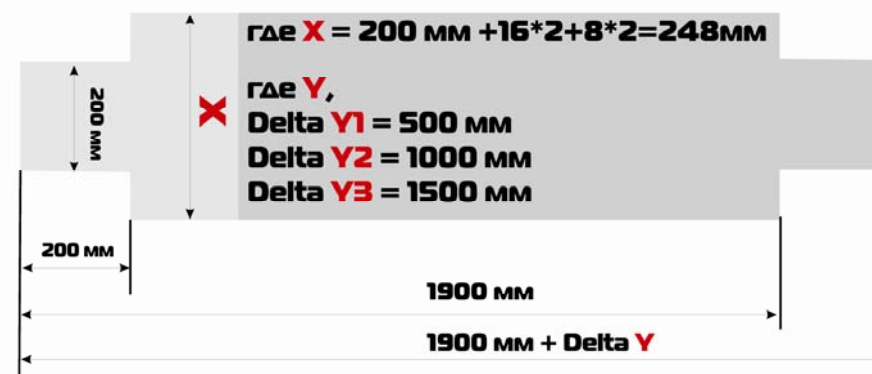

рис. 12
- Всего типов накладок: 3-и, точные размеры см. рисунок 12.